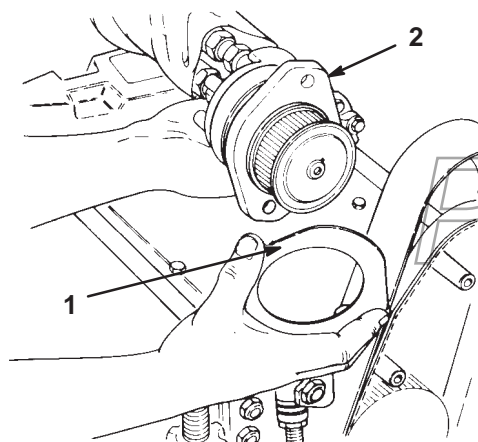

Fig. 10
2. Ta bort leveransplåten och sätt fast drivplåten på drivcylinderns motorfläns (fig. 10). Kontrollera att plåtens bredaste del sitter uppåt.